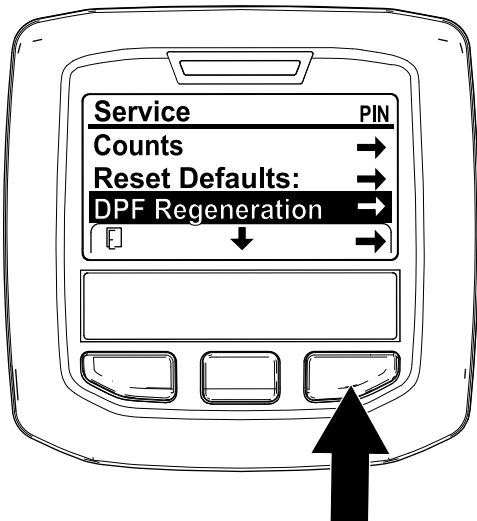

Figure 28
1. Ouvrez le menu Entretien, puis appuyez sur le bouton central pour naviguer jusqu'à l'option RÉGÉNÉRATION DU FAP (Figure 28).
2. Appuyez sur le bouton droit pour sélectionner l'option Régénération du FAP (Figure 28).